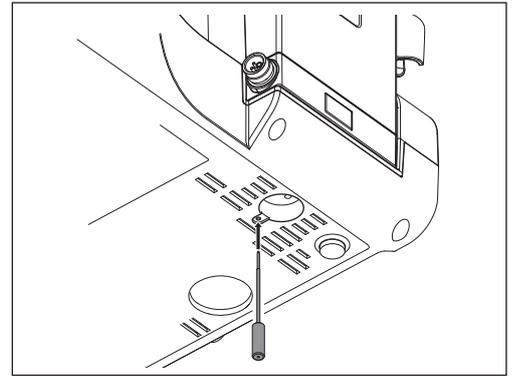

Fig. 43
1) Inserire lo strumento di sblocco in dotazione nel foro sulla base dell'unità di controllo e spingerlo per inserirlo completamente. (Fig. 43)